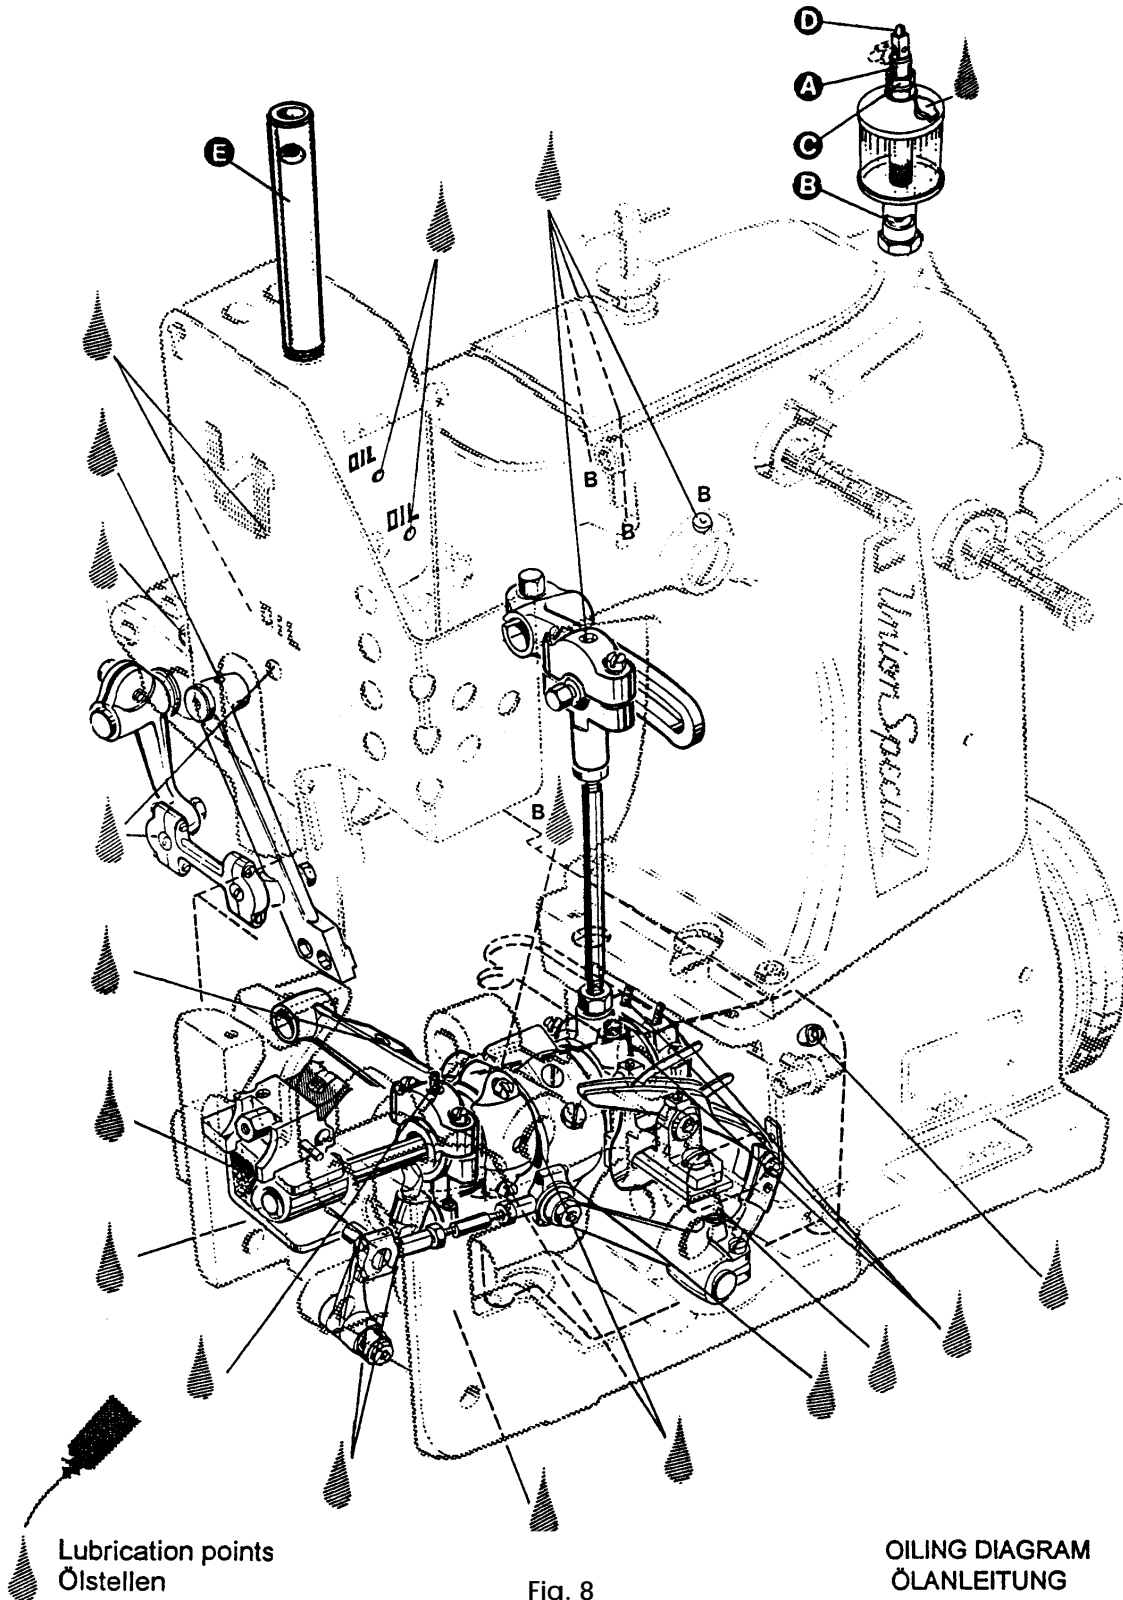

Fig. 8
Before operating a new machine for the first time, the sight feed oiler has to be adjusted. All lubrication points, indicated on the oiling diagram (Fig. 8), have to be oiled.
For adjusting fill the sight feed oiler half-way with oil and turn the metering pin (A, Fig. 8) a little bit out and then turn it in, until there will flow two to three drops of oil per minute. This can be checked on the sight glass (B). Secure the setting of the metering pin with lock nut (C). Fill the oiler.
Bevor eine neue Maschine zum ersten Mal in Betrieb genommen wird, muß der Tropföler eingestellt werden. Alle in der Ölanleitung (Fig. 8) angegebenen Schmierstellen müssen geölt werden.
Füllen Sie den Tropföler zum Einstellen halb mit Öl und drehen Sie den Zumeßstift (A, Fig. 8) etwas aus und dann so weit ein, bis pro Minute zwei bis drei Tropfen Öl fließen. Dies kann am Schauglas (B) geprüft werden. Sichern Sie die Einstellung des Zumeßstiftes mit der Kontermutter (C).
The machines of class 80700 have to be cleaned and lubricated twice a day before morning and afternoon start on the lubrication points indicated on the oiling diagram (Fig. 8). The sight feed oiler has to be kept filled and should be adjusted so, that it feeds two to three drops of oil per minute. The oiler has to be refilled latest, when 2/3 of the oil are used up.